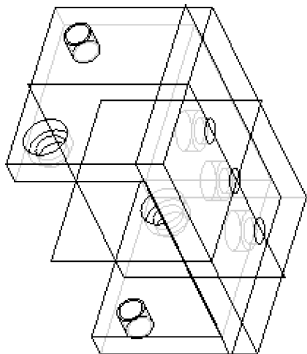

图 6-122 阵列孔 3
(1) 点选孔 3 特征，单击【阵列】命令，打开【阵列】操控面板。
(2) 选择默认的【尺寸阵列】方式，点选竖直方向尺寸 28.00 为可变尺寸方向，在尺寸下拉面板或文本框中输入尺寸增量为-28.00，指定成员总数为 3，单击完成阵列，如图 6-122 所示。